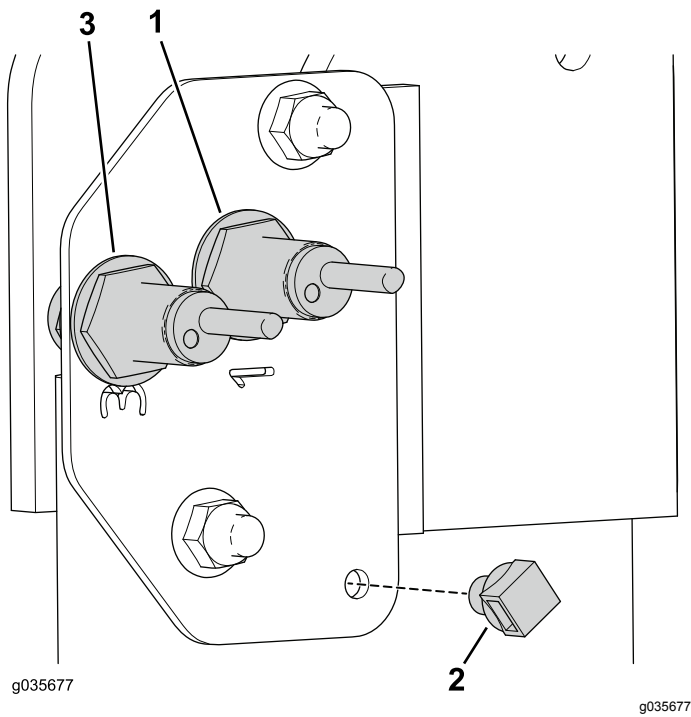
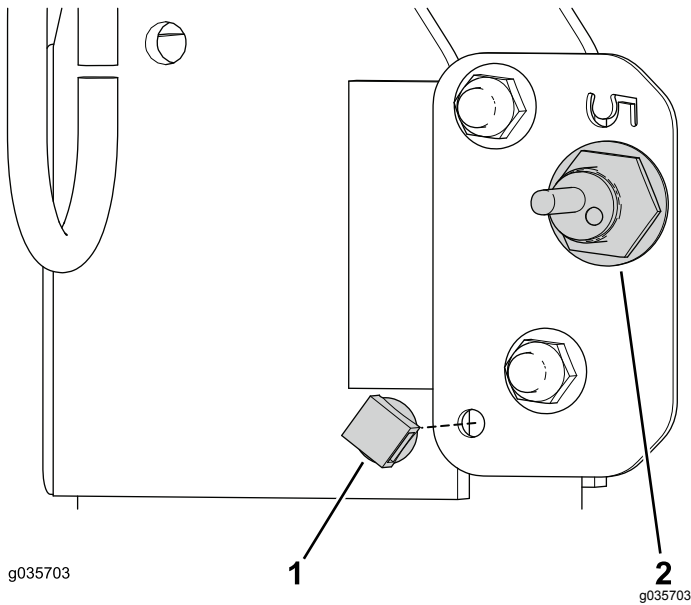

Bild 23
Bild 24
5. Schließen Sie den Kabelbaum an den entsprechenden Initiatorsensor an (Bild 23 und Bild 24).
6. Befestigen Sie die Kabelbinderclips an der rechten und linken Sensorplatte (Bild 23 und Bild 24).
7. Stecken Sie die Kabelbinder durch den Clip und um den Kabelbaum, um ihn an der Sensorplatte zu befestigen (Bild 23 und Bild 24).